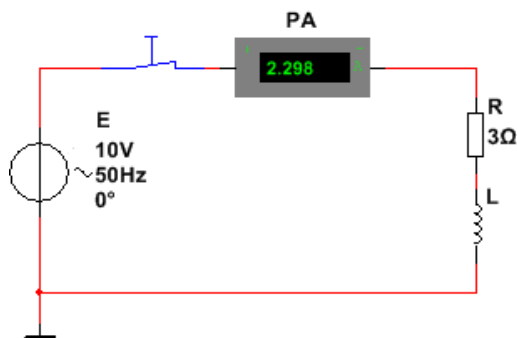

Рисунок 24 – Цепь переменного тока с индуктивностью
4. Для определения величины индуктивности катушки использовать схему (рис. 24). Занести результаты измерений в табл. 6. Рассчитать величину индуктивности катушки  $L$ . Результат занести в табл. 6.